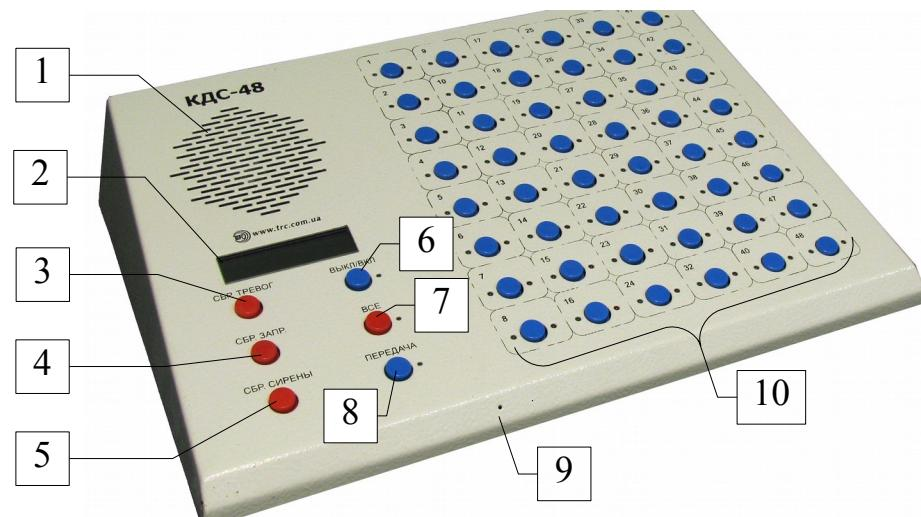

Рисунок 2.1 – Лицевая панель ПД КДС,
Все органы управления выведены на лицевую панель (рис. 2.1).
- 4 – ключ разрешения связи диспетчеров по кнопке оповещения всех абонентов (см. рис. 2.1);